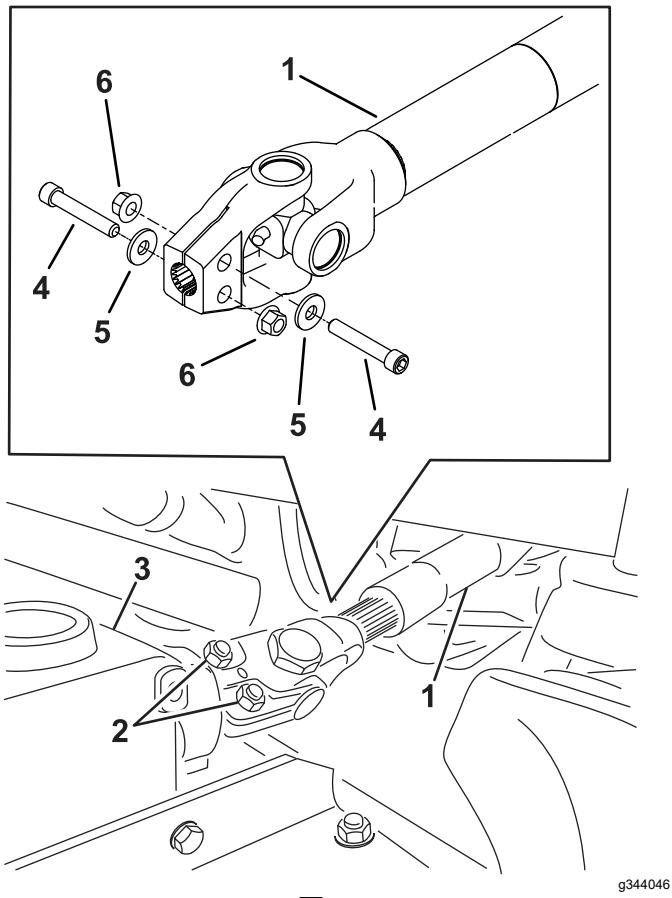

図 4
2. PTO シャフト図 4 からボルトとナットを外して前アタッチメントからヨークを出す。金具は廃棄する。
7. PTO シャフトのヨークを前アタッチメントのシャフトに通して固定する六角ヘッドソケットボルト3/8 x 2-1/4"2 本、ワッシャ、フランジナット3/8"を反対向きに取り付け、交互に締め付ける図4。